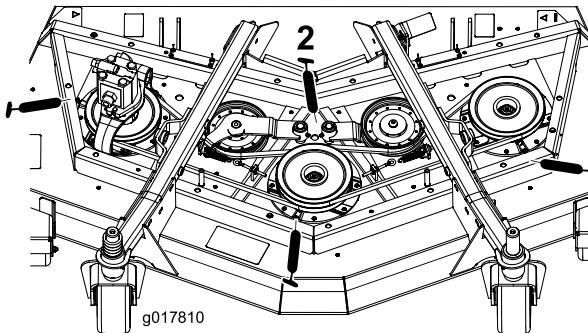

Рисунок 42
- Подшипники валов шпинделей (3 шт.), расположенные под шкивом (Рисунок 42)
- Втулки осей поворота рычагов натяжных роликов (2 шт.) (Рисунок 42)